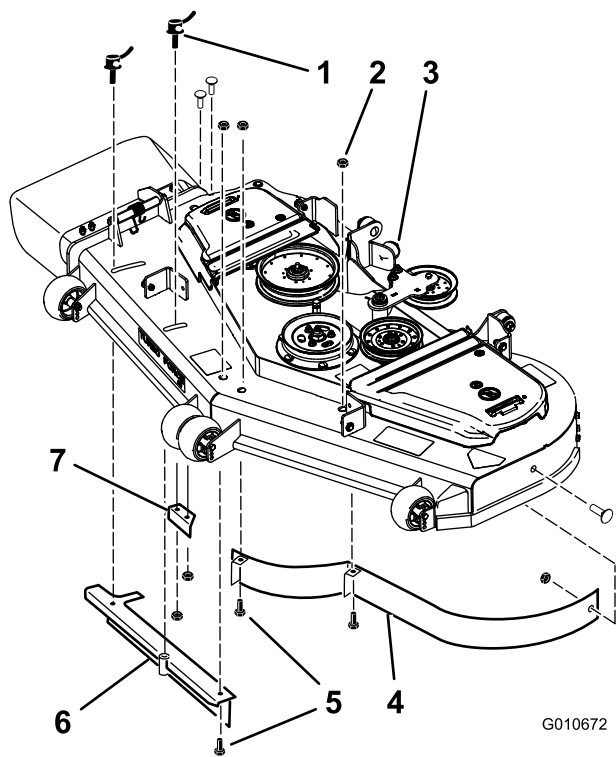
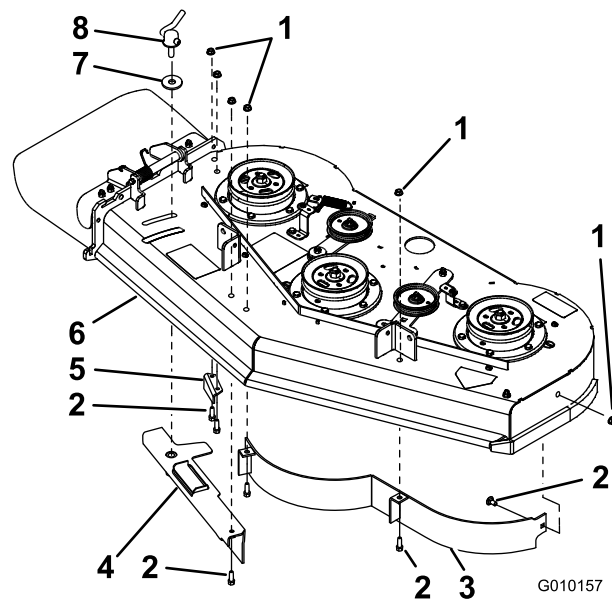

Figure 5
Figure 6
1. Enlevez les écrous à embase qui fixent les déflecteurs en place (Figure 5 ou Figure 6).
2. Enlevez le verrou à cames assorti de la rondelle en le dévissant du déflecteur d'éjection réglable (Figure 5 ou Figure 6).
3. Enlevez les six boulons qui fixent les déflecteurs en place (Figure 5 ou Figure 6).